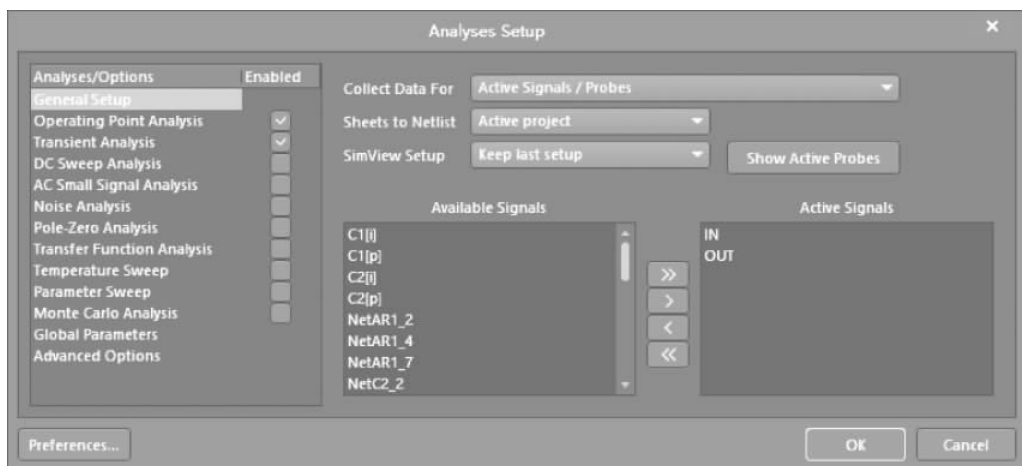
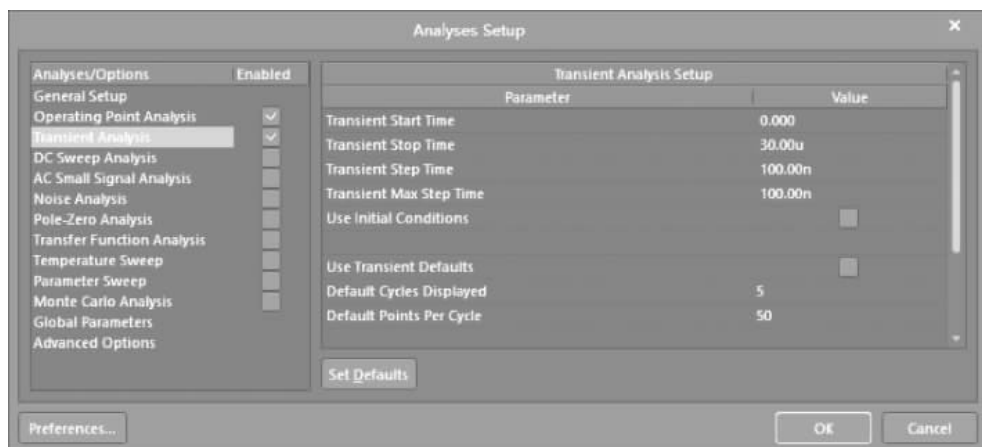

图 3-41 设置仿真参数界面 1
图 3-42 设置仿真参数界面 2
(2) 出现如图 3-41 所示的 Analyses Setup(分析设置)界面,按下面参数设置。
① 选中 Operating Point Analysis 和 Transient Analysis 选项,执行直流工作点和瞬态分析功能。
② 将 Collect Data For 设置为 Active Signals/Probes。
③ 将 IN 和 OUT 添加到 ActiveSignals 栏中。
(3) 选择 Transient Analysis 选项,出现如图 3-41 和图 3-42 所示的 Transient Analysis Setup (瞬态分析设置)界面。按下面参数设置。
① 不选择 Use Transient Defaults(使用瞬态默认)选项,表示设计者定制瞬时分析参数。
② 在 Transient Stop Time(瞬时停止时间)后面输入 30.00u。
③ 其他按默认参数设置。